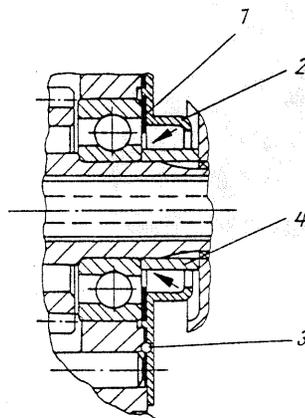
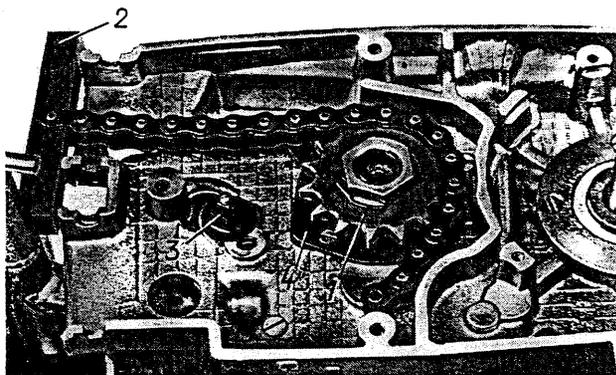

Fig. 186. Capot d'étanchéité de la roue dentée à tige
Fig. 188. Monter la roue dentée à chaîne
Contrôler et/ou échanger le joint d'étanchéité 25 × 35 × 7. Coller les rondelles compensatrices (1) au capot d'étanchéité (2) en utilisant un peu de graisse. Enduire le joint d'étanchéité (2) en utilisant un peu de graisse. Enduire le joint d'étanchéité (3) avec la matière d'étanchéement ; faire entrer les vis de fixation enduites de matière d'étanchéement et les serrer au couple de 5 Nm (0,5 kpm). Contrôler et/ou échanger la douille d'écartement (4) (fig. 186).
- (A) Vis d'arrêtage pour ralenti
- (B) Vis de vidange d'huile pour chambre d'engrenages
- (C) Vis de vidange d'huile pour chambre d'embrayage
La lèvre au joint torique d'étanchéité dans le capot d'étanchéité doit être enduite d'une mince couche de graisse – emmancher la douille d'écartement (4 à la fig. 186). Emmancher la roue dentée à chaîne d'engrenages (évidement dirigé vers le moteur) et la rondelle frein. Serrer l'écrou SW 27 au couple de 60-12 Nm (6-1,2 kpm) (filet à droite !). Ce faisant, avoir recours au serre-pièce (2) et appliquer la rondelle frein (1) (fig.188).